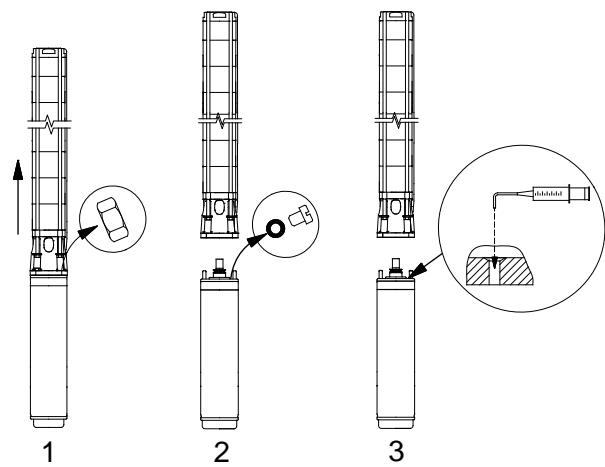

Fig. 3
- Se o motor for fornecido do stock, o nível do líquido do motor tem de ser verificado, ver fig. 3.
- No caso de uma reparação o nível do líquido tem de ser verificado, ver fig. 3.
- Colocar a bomba submersível tal como se exemplifica na fig. 3. O orifício de enchimento deve ficar no ponto mais alto do motor.
- Injectar o líquido no motor com a ajuda de uma seringa de enchimento, fig. 3, até o líquido começar a transbordar pelo orifício.